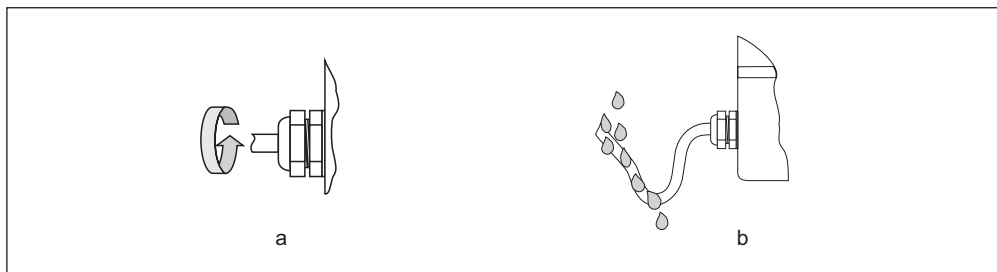

Рис. 26. Инструкции по установке кабельных вводов
- Кабельные вводы должны быть плотно затянуты (поз. **a** → рис. 26).
- Перед входом в кабельный ввод кабель должен образовывать петлю для обеспечения водоотвода (поз. **b** → рис. 26). Такое расположение предотвращает проникновение влаги через ввод.